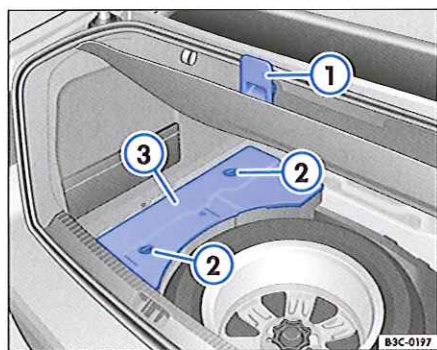

Fig. 251 Dans le coffre à bagages, sous le plancher de coffre à bagages accroché (1) : roue de secours et cache (3) de l'outillage de bord.
- Dans un élément en mousse ¹⁾, sous le plancher de coffre à bagages → page 169. Accrochez le plancher de coffre à bagages au bord supérieur du coffre à bagages → fig. 251 (1).
- À côté de la roue de secours sous le plancher de coffre à bagages → fig. 251. Accrochez le plancher de coffre à bagages au bord supérieur du coffre à bagages (1). Tournez les fermetures rapides (2) de 90° pour pouvoir retirer le cache (3) de l'outillage de bord.